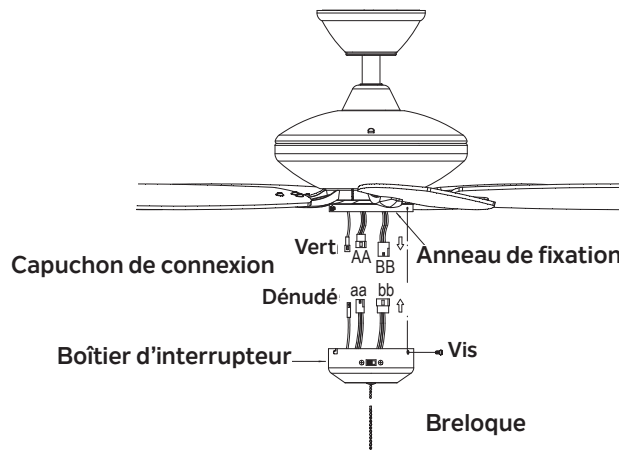

Fig. 15
Étape 1. Tout en maintenant le boîtier d'interrupteur sous votre ventilateur de plafond, connectez les fils. Branchez le raccord du fil de mise à la terre vert du ventilateur au raccord du fil dénudé du boîtier d'interrupteur. Ensuite, branchez le petit raccord de fils électriques du ventilateur (AA) au petit raccord de fils électriques du boîtier d'interrupteur (aa) et branchez le grand raccord de fils électriques du ventilateur (BB) au grand raccord de fils électriques du boîtier d'interrupteur (bb). (Fig. 15)
Étape 2. Poussez soigneusement tous les fils dans le boîtier d'interrupteur. Fixez le boîtier d'interrupteur sur l'anneau de fixation avec les vis fournies. Veillez à ce que chaque vis soit bien serrée. (Fig. 15)